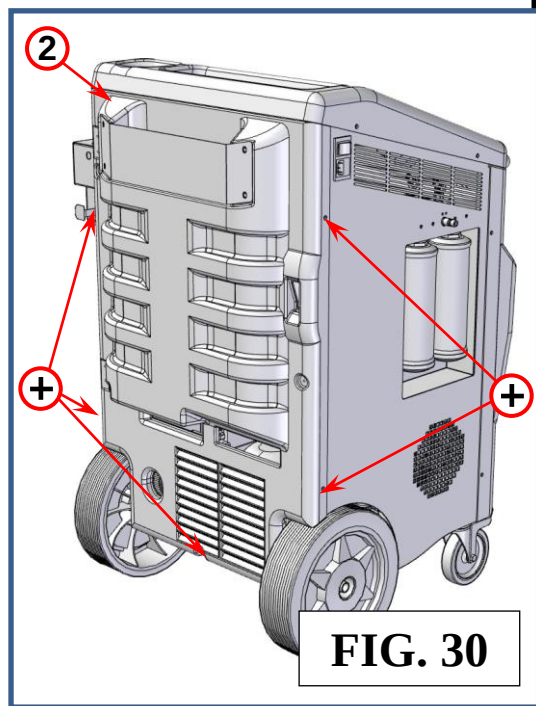

FIG. 30
- 2) Remova a tampa de plástico traseira (ref. 2, Fig.30) para aceder à bomba de vácuuo.